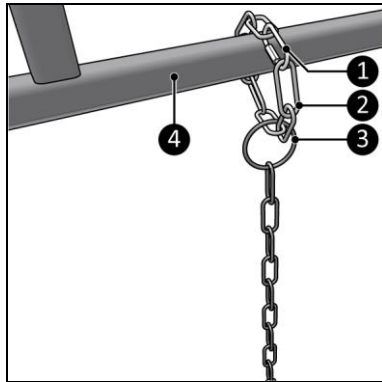

Figure 8
1. Faites passer la chaîne de suspension supplémentaire (30 cm) (figure 8, pos. 2) par l'anneau de la chaîne de suspension (50 cm) (figure 8, pos. 3) et par-dessus le cadre (figure 8, pos. 4).
2. Attachez un mousqueton (figure 8, pos. 1) aux deux extrémités de la chaîne de suspension supplémentaire (30 cm) pour fermer la boucle.